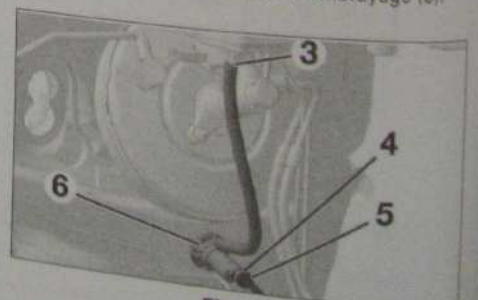

Fig. 7
- Désaccoupler le tuyau d'alimentation (2) (Fig.7).
- Obtenir l'orifice du réservoir de liquide de frein (2).
- Déposer l'agrafe (3).
- Désaccoupler le tuyau hydraulique (4).
- Déverrouiller le cylindre émetteur d'embrayage (5).